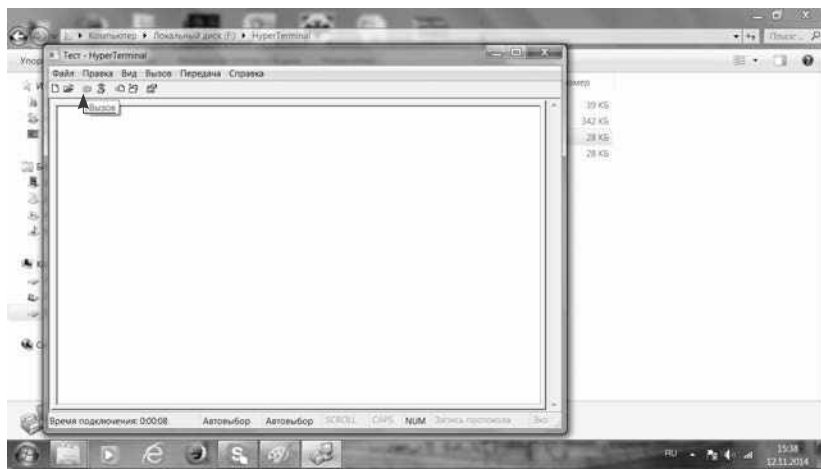

Рис. 24
4.9. Далее Вы попадаете в окно вывода результатов измерений. Важно проверить, чтобы значок «телефончика» был активен. При наведении на него появляется всплывающая надпись «Вызов», а сам значок имеет серый цвет (рис. 24).